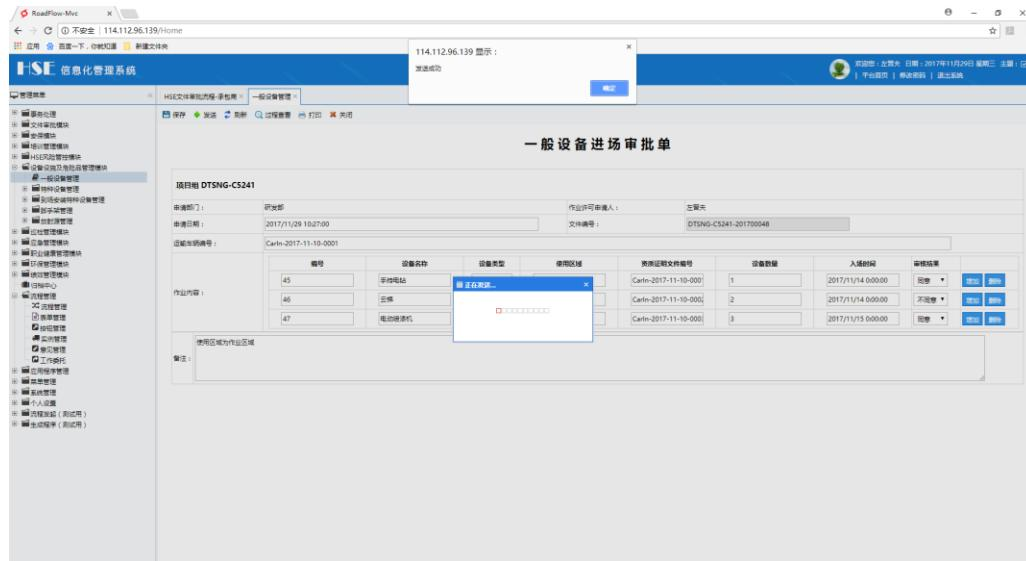

图 5.1-6 发送成功
3. 再点击【确定】按钮完成人员选定，在发送界面中点击【确定】将流程表单发送给下一步骤（监理单位审核）的控制人进行审核，提示“发送成功”，如图 5.1-6 所示：